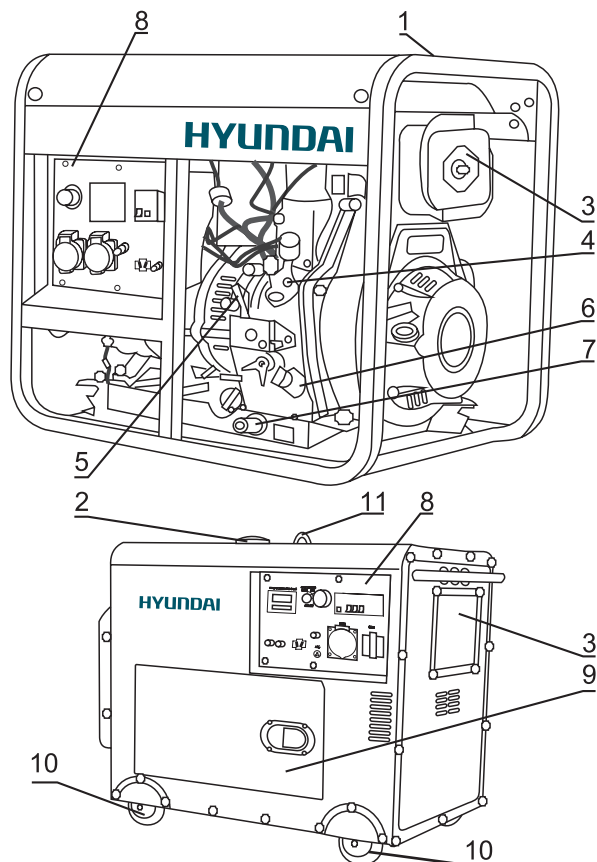

Рис.1
- Установить аварийный выключатель двигателя (5 Рис.1) в положение ВКЛ.